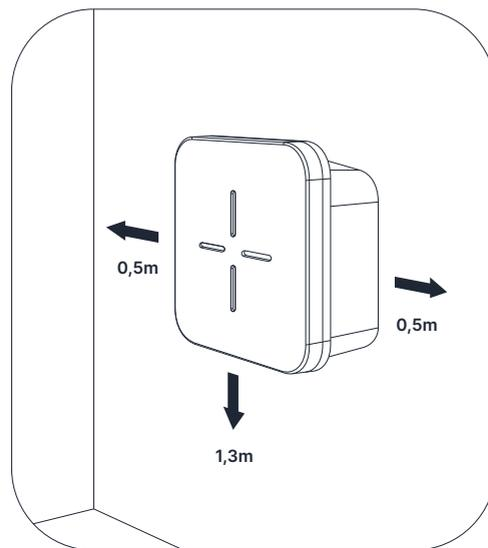

Abb. 13 - Freiraum um die Ladestation bei der Wandmontage
- Vergewissern Sie sich, dass genügend Platz für die Installation der Ladestation vorhanden ist (siehe Kapitel 4.5 Allgemeine und Montagemaße und Abb. 13 - Abstand um die Ladestation bei Wandmontage);